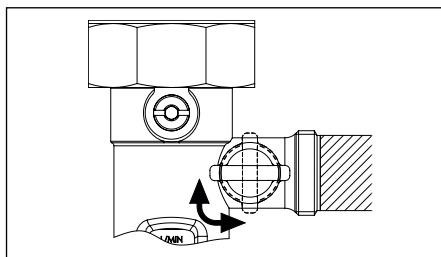

Abb. 6.18 Entlüften über Durchflussmesser
6. Entlüften Sie die Solaranlage während des Spülvorgangs manuell, indem Sie den seitlichen Entleerungskugelhahn der Durchflussmess- und Einstellvorrichtung zwischendurch für ca. 20 Sekunden schließen und abrupt wieder öffnen (Abb. 6.18). Wiederholen Sie diesen Vorgang in regelmäßigen Abständen.